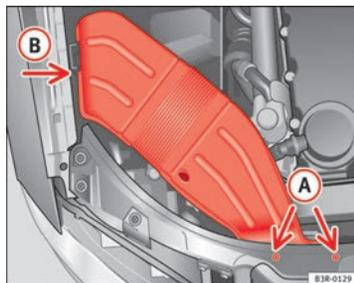

Fig. 192 Conducción de ventilación en el lado derecho del vehículo
- Desenrosque los tornillos **(A)** ⇒ fig. 192.